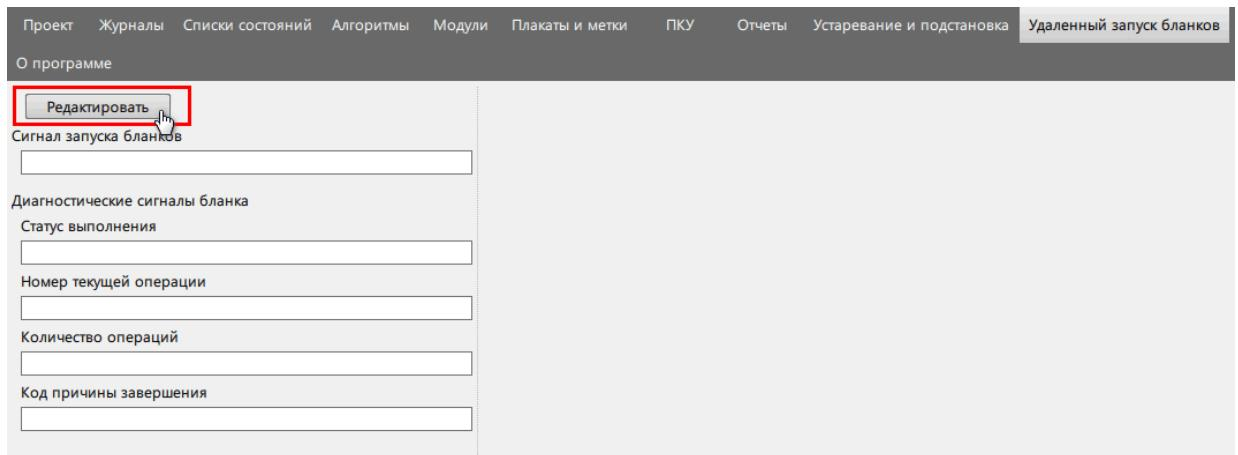

Рисунок 353 - Редактировать
- Перейдите на вкладку Удалённый запуск бланков и нажмите Редактировать (Рисунок 353).